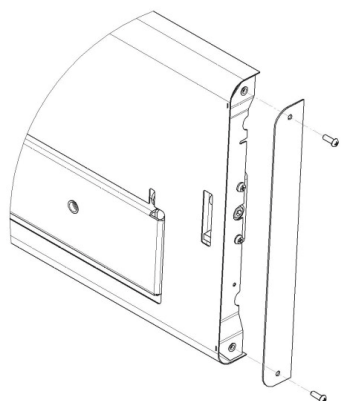

Рисунок 8.1
1. Демонтировать планку декора двери выкрутив винты рисунок 8.1.